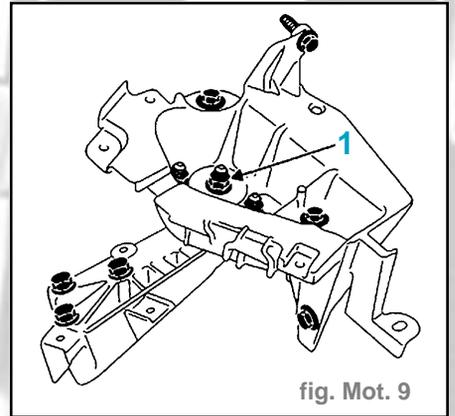

fig. Mot. 9
- Déposer l'écrou (1), puis à l'aide d'un jet de bronze, frapper pour dégager le goujon de la fixation de suspension pendulaire inférieure (fig. Mot. 9).